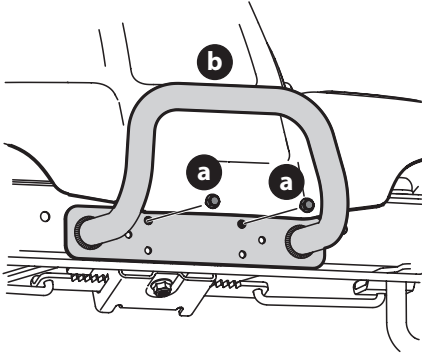

Figura 17
1. Extraiga los dos tornillos (a) como se indica en la Figura 17.
2. Ubique el paragolpes (b) sobre los orificios de montaje y sujete con los tornillos (a) que extrajo en el Paso 1 (Figura 17).